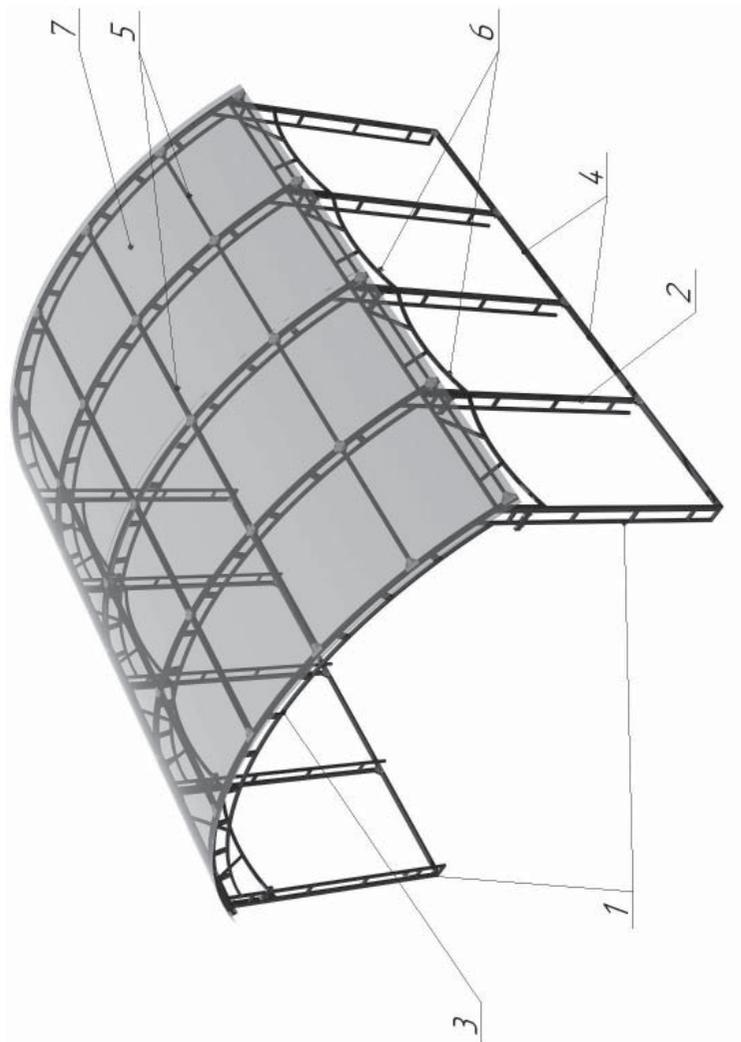

Рисунок 1. Комплектация
**Перечень комплектующих (рис.1)**